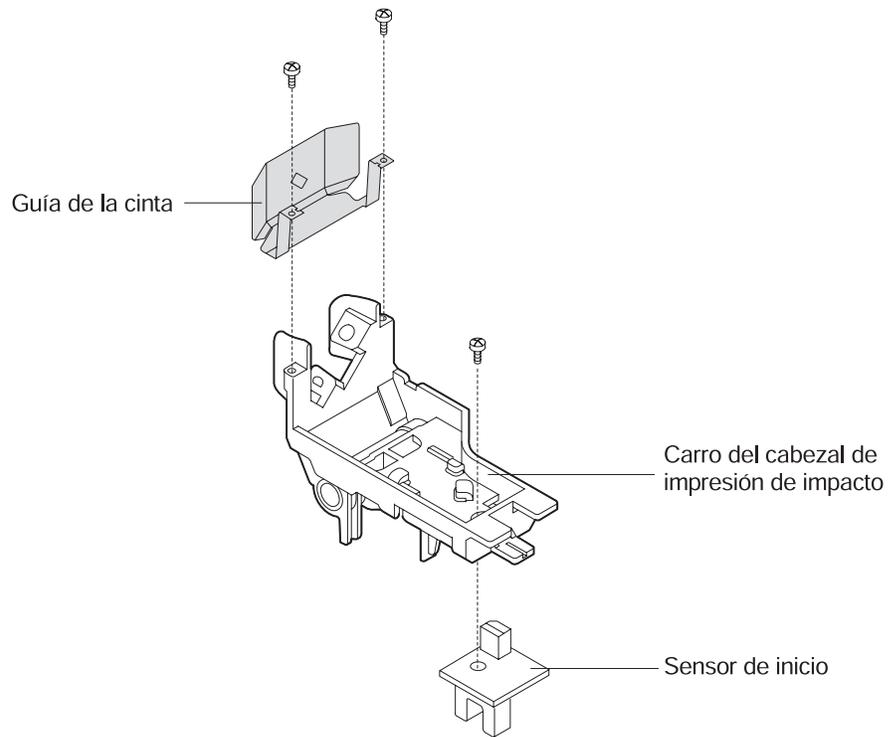

Figura 4-15. Extracción del cojinete frontal de la portadora de transporte
7. Extraiga el **sensor de inicio** que hay debajo del carro del cabezal de impresión (consulte la Figura 4-15 en la página 4-20 y, a continuación, vuelva a este procedimiento).
8. Quite el tornillo que fija el sensor de inicio al conjunto del carro del cabezal de impresión. Extraiga el **sensor de inicio**. Consulte la Figura 4-15 en la página 4-20.